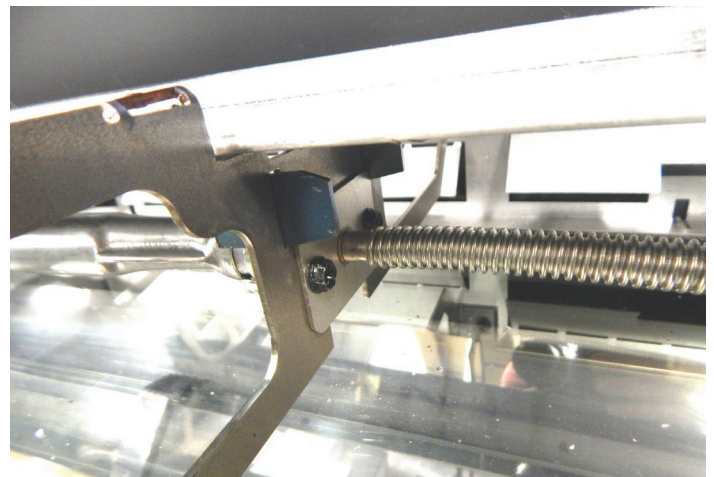

Figure 8
15. Poser de nouveau l'ensemble du brûleur. Aligner l'obturateur d'air au-dessus du porte-orifice, puis déplacer l'ensemble du brûleur vers la droite. S'assurer que les pattes de fixation du brûleur central sont bien engagées dans les supports centraux. **Voir Figure 8.**